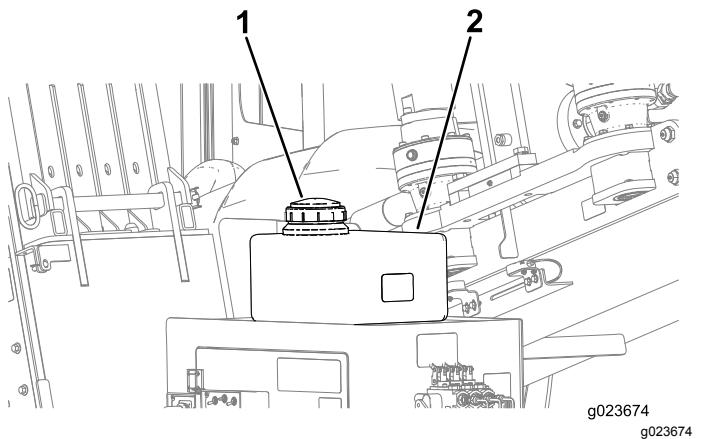

Рисунок 129
- Снимите крышку бака антифриза насоса бурового раствора (Рисунок 129).
- Убедитесь, что бак заполнен антифризом (Рисунок 129).
- Заправляйте бак антифризом по мере необходимости (Рисунок 129).
- Установите крышку бака антифриза (Рисунок 129).